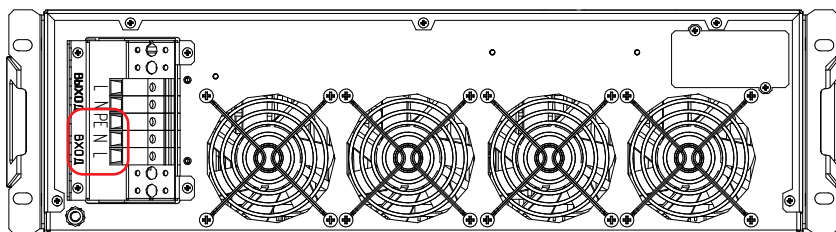

Рисунок 25. Стабилизаторы ШТИЛЬ IS8000RT и IS10000RT. Выводы «Вход PE-L-N»
- у моделей IS8000RT, IS10000RT с помощью выводов «Вход PE-N-L» (**рисунок 25**);